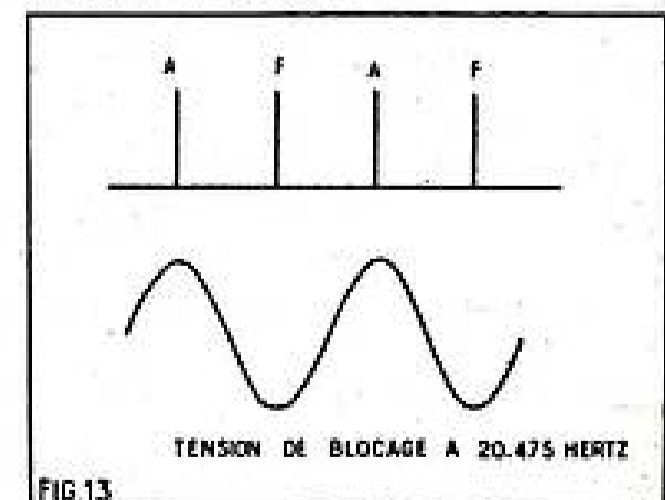

FIG. 13
La tension ainsi obtenue sera appliquée en même temps que les impulsions, à l'entrée de l'amplificateur de moyenne fréquence (13) « son ». Dans les alternances négatives, la polarisation est telle que l'amplificateur sera complètement bloqué. Si la position de phase est celle que nous avons représentée sur la figure 13 les impulsions A agiront seules sur l'amplificateur il suffit d'inverser la phase de la tension de commande pour recevoir les impulsions F.
FIG. 13. — Les alternances négatives de la tension à 20.475 Hz bloquent une des « voies ». D'après cette disposition la voie F (langue française) est bloquée. Pour bloquer l'autre voie il suffit d'inverser la phase de la tension de blocage.